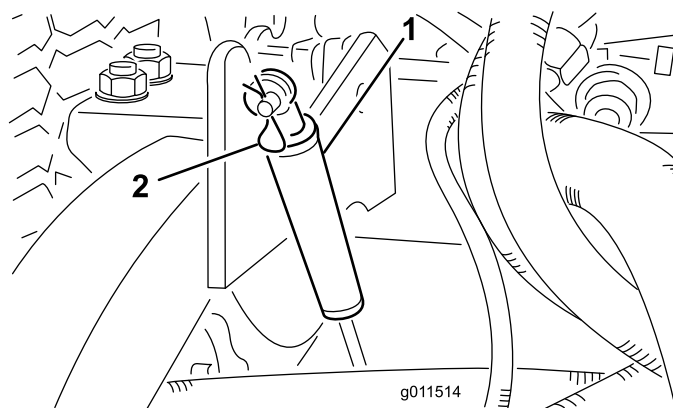

Figura 5
6. Rimuovete le coppiglie che fissano gli smorzatori ai bracci di sollevamento dell'apparato di taglio (Figura 5).